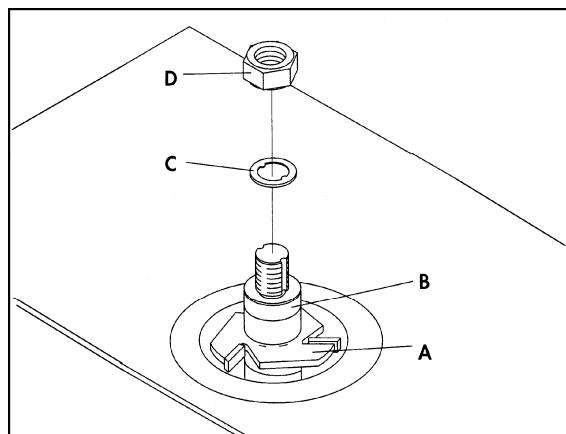

Рисунок 6
2. Установите фрезу (A, рис. 6) или требуемую цангу (B, рис. 6) на шпинделе, как показано на рисунке.
3. Установите шайбу с выступом (C, рис. 6) и затяните гайку (D, рис. 6) при помощи поставляемого ключа.
Всегда сначала устанавливайте на шпинделе шайбу с выступом (С, рис. 6) перед накручиванием гайки. Несоблюдение этого правила может привести к тяжелым травмам.